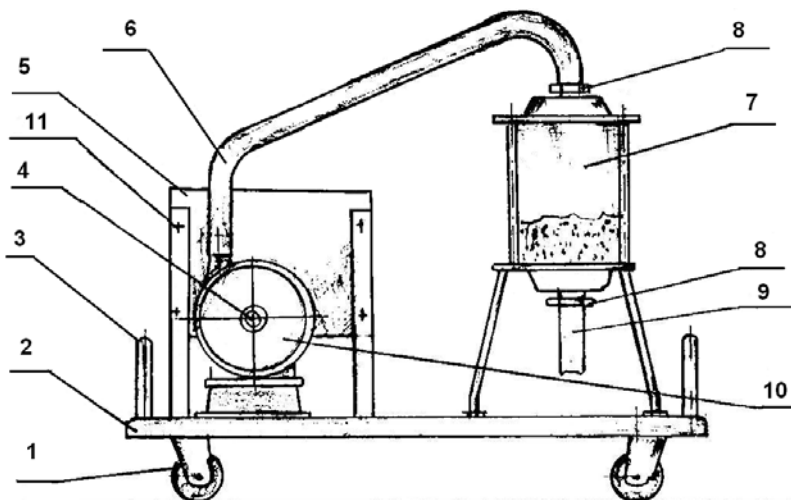

Рис.1.
5.1. Общий вид установки приведен на рис. 1.